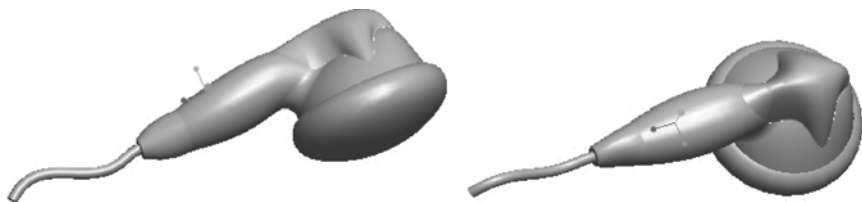

图 13-160 袖珍耳机（耳塞）练习效果
(8) 上机练习：参照本章袖珍耳机的创建方法，自行设计如图 13-160 所示的耳机（耳塞）。